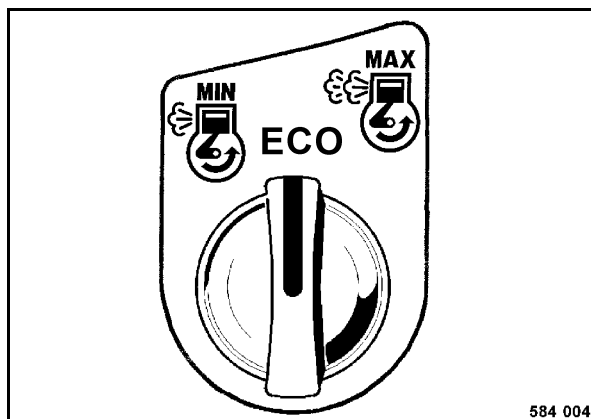

Fig. 59
- Girar el interruptor giratorio de la velocidad del motor (Fig. 59) a posición "ECO" o "MAX".